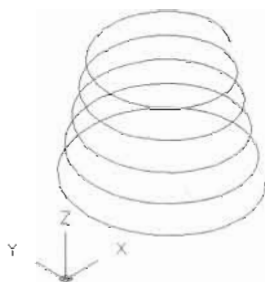

图 14-27
(2) 已知螺旋的圈数为 5，扭曲方向为顺时针，底面半径为 50mm，顶面半径为 30mm，高度为 80mm。在“建模”工具栏中单击“螺旋”按钮, 绘制如图 14-27 所示的螺旋，命令执行过程如下。